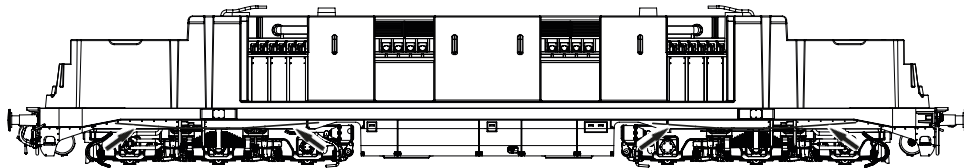
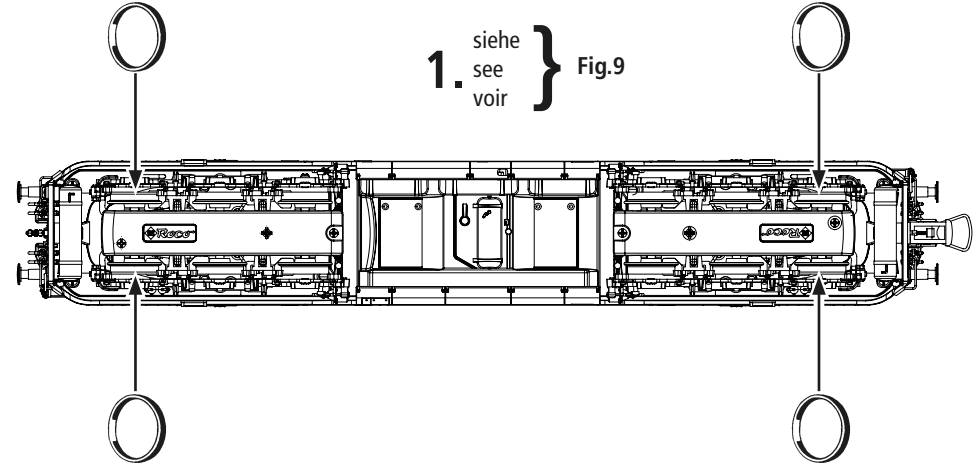

Fig. 8
Fig. 9
**3. Haftreifenwechsel:** Zuerst <<DG od. GD>> abnehmen (Fig. 9). Danach den **Radsatz** herausnehmen und die **Haftreifen** mit einer Nadel od. mit einem feinen Schraubendreher abziehen (Fig. 8). Beim Aufziehen der neuen Haftreifen darauf achten, dass diese sich nicht verdrehen.
**3. Change of traction tyre:** Remove the <<DG od. GD GB>> (fig. 9). Take out **wheel set** and remove **traction tyre** using a pin or a fine screwdriver (fig. 8). When pressing on the new traction tyre please **avoid twisting it**.
**3. Échange des bandages d'adhérence:** Démontez d'abord **<<DG od. GD F>>** des en-grenages (fig. 9). Délogez ensuite les essieux bandagés et enlevez, à l'aide d'une aiguille ou d'un tourne-vis fin, les bandages d'adhérence (fig. 8). Lors du montage des nouveaux bandages veuillez veiller à ce que les bandages **ne soient pas tor-dués**.